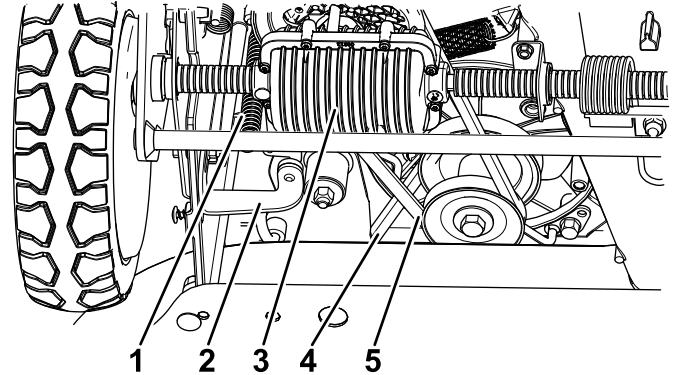

Figure 51
6. Desserrez le support et pivotez-le vers l'avant (Figure 51).